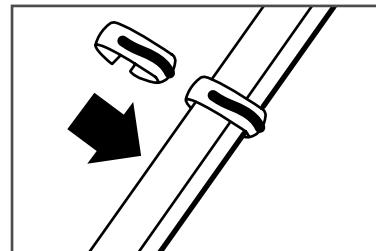

Рис. 4 Крепления кабеля включения
- Закрепите кабель включения фиксатором (Рис. 4).